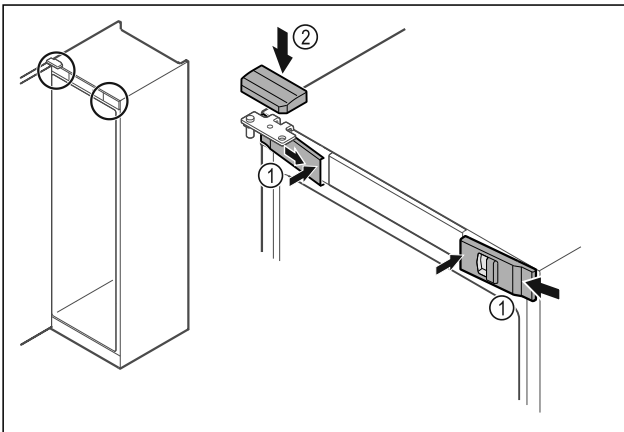

Fig. 55
- Vordere Abdeckungen Fig. 55 (1) seitlich einhaken und innen aufrasten.
- Obere Abdeckung Fig. 55 (2) von oben aufrasten.